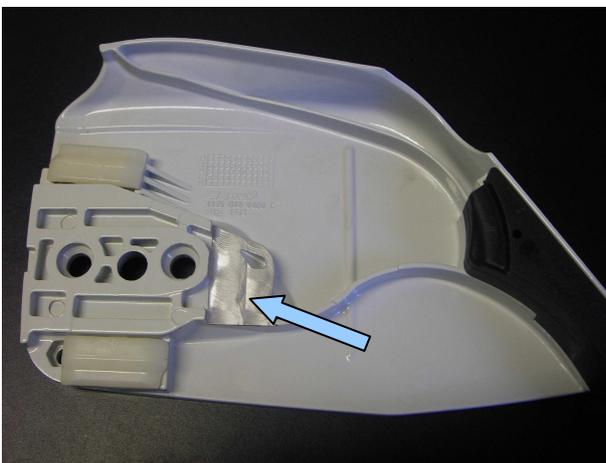

Bild 1a
Die EDER Scheibenfräse ESF1 darf in dieser Ausführung nur im land- und forstwirtschaftlichen Bereich von eingewiesenen Personen, die mind. 18 Jahre alt sind, eingesetzt werden. Für Schulungszwecke unter Aufsicht mindestens 16 Jahre. Die einschlägigen Unfallverhütungsvorschriften sind zu beachten. Setzen Sie die EDER Scheibenfräse ESF1 bei laufendem Sägenmotor nur mit Betriebsdrehzahl auf die Stammoberfläche auf und führen Sie die EDER Scheibenfräse ESF1 zügig und ohne Druck über den Stamm, vor und zurück, man kann auch seitliche und wellenartige Arbeiten verrichten. Beide Messer (09) müssen die gleiche Einstellung und das gleiche Maß haben. Stumpfe Messer können von Hand an normalen Schleifscheiben nachgeschliffen werden. Der Schneidewinkel beträgt  $40^\circ$  und der Rundungsradius der Messer muss eingehalten werden, da es sonst zu einem unebenen Abtrag der Messer kommen kann. Die maximal zulässige Drehzahl des Fräskopfes (01) von 13000 U/min darf nicht überschritten werden. Beachten Sie dazu bitte die entsprechenden Hinweise in der Betriebsanleitung Ihres Sägenherstellers. Bei Erstmontage an manchen Motorsägen, muss am Kettenraddeckel innen etwas ausgeschliffen werden (Bild 1a u. 1b), da es zu Berührungen zwischen Kupplungstrommel (06) und Kettenraddeckel kommen kann.